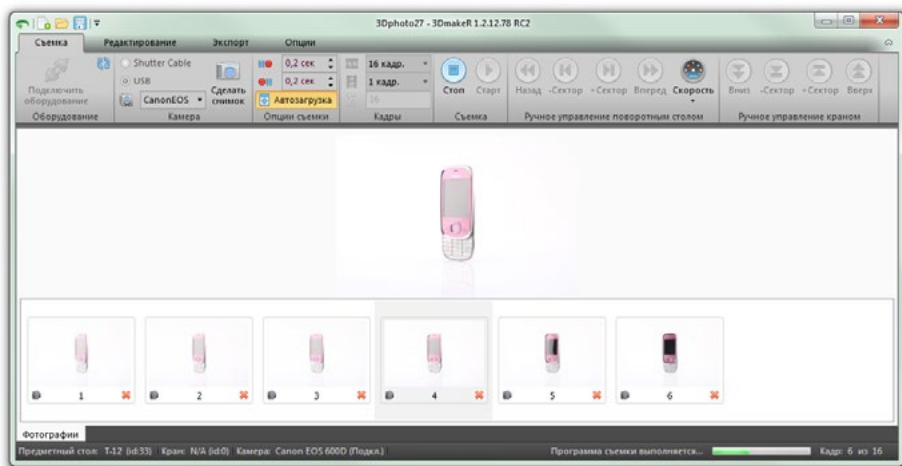

Рисунок 10
5. В режиме подключения камеры USB программа автоматически загружает фотографии для их дальнейшего редактирования (рис. 10).